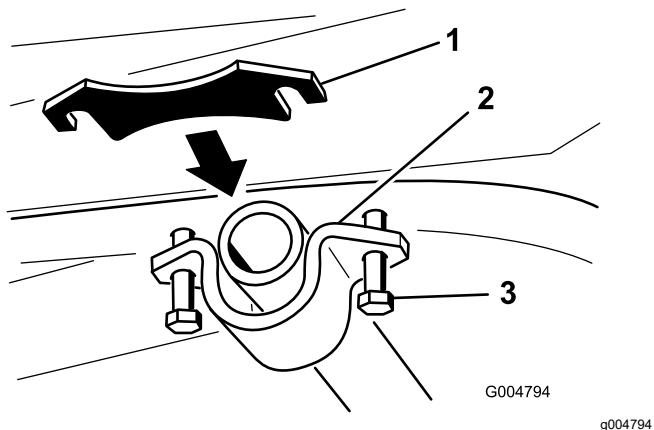

Рисунок 22
6. Ослабьте болты, которые крепят кронштейн шарнирной трубы, чтобы создать просвет между рамой и кронштейном шарнирной трубы (Рисунок 22).